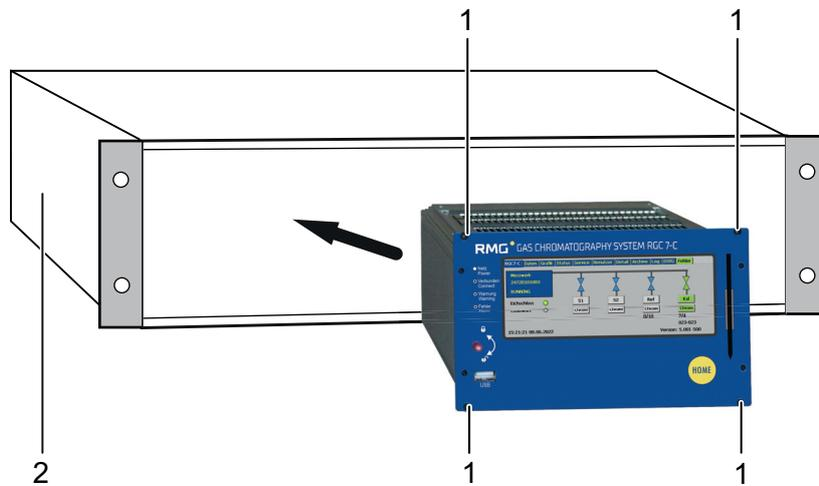

Abb. 6: Position der Schrauben an der Frontplatte des RGC 7-C
2. Positionieren Sie den RGC 7-C an der erforderlichen Stelle und ziehen Sie die vier Schrauben (Abb. 6, Pos. 1) mit einem Kreuzschlitzschraubendreher leicht an.